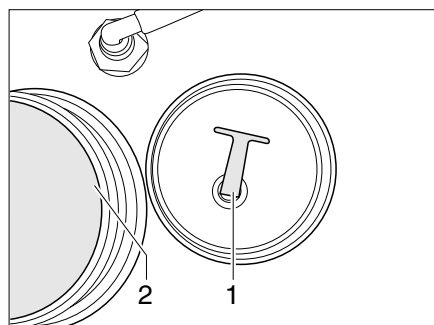

Fig. 356 Bouchon de fermeture
- Dévisser le bouchon de fermeture (Fig. 356,1) de l'ouverture de vidange (Fig. 356,2). L'eau s'écoule.